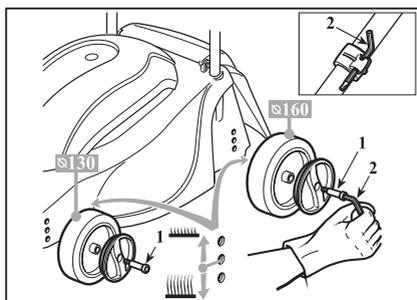

Рис.4
- установите колеса в одно из отверстий, подготовленных для различных высот газона, и туго затяните крепежные оси 1 (рис.4). ключом 2 входящим в комплект.